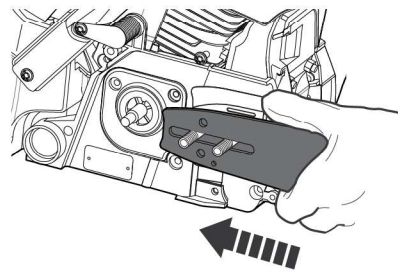

Fig. 4
- > Coloque a abertura da lâmina-guia (4) sobre os pernos (19). Empurre a lâmina-guia (4) para a esquerda, em direção à roda motora (22) (por trás da embraiagem (21) (Fig. 4).